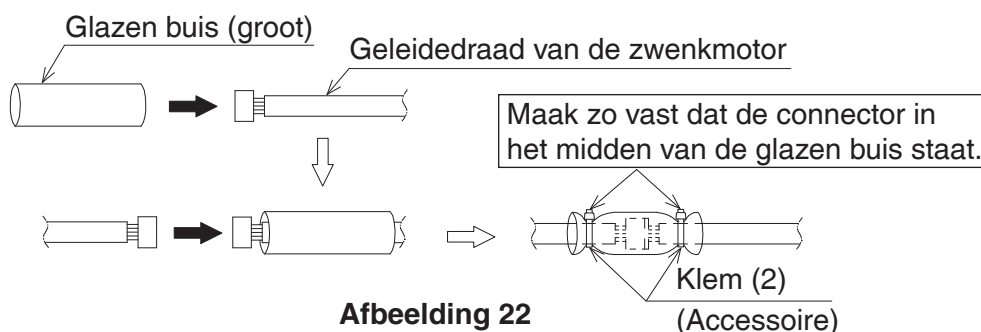

Afbeelding 20
5. Zet relaisbomen (3) en de signaalkabel (grijs) vast aan bevestigingsdeel C binnen de bedieningskast van de binneneenheid met gebruik van klemmen (2). (Raadpleeg **Afbeelding 20**.)